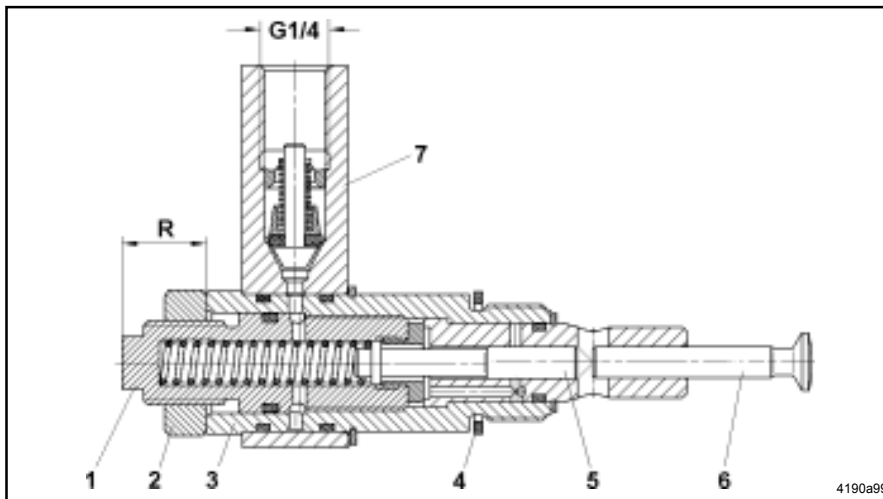

Abb. 4 - Pumpenelement mit Schnittbild
* Die Gegenmutter (Pos 2, Abb. 4) lockern, dabei die Einschraubhülse (Pos. 3) mit einem zweiten Schlüssel festhalten.
• Das Maß "R" in Abb. 4 gibt die ungefähre Größe der Fördermenge an:
* Nach der Einstellung Gegenmutter (2) kontern. **Anzugsdrehmoment max. 12 Nm.**
- * Kontrollieren, ob Pumpenelement mit Dichtung versehen ist (siehe Pos. 4, Abb. 4).
- * Das Pumpenelement zunächst von Hand einschrauben und dann mit einem Gabelschlüssel am Einschraubzapfen (Pos. 3, Abb.4) anziehen.
- * Gabelschlüssel am Einschraubzapfen des Pumpenelementes (Pos. 3, Abb. 4) ansetzen und das Pumpenelement vorsichtig herausschrauben.